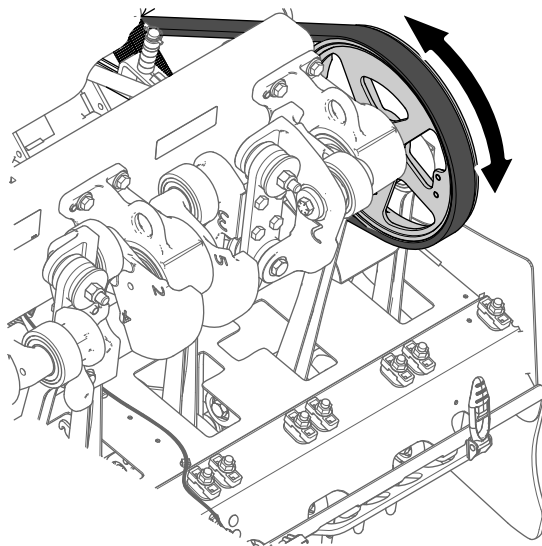
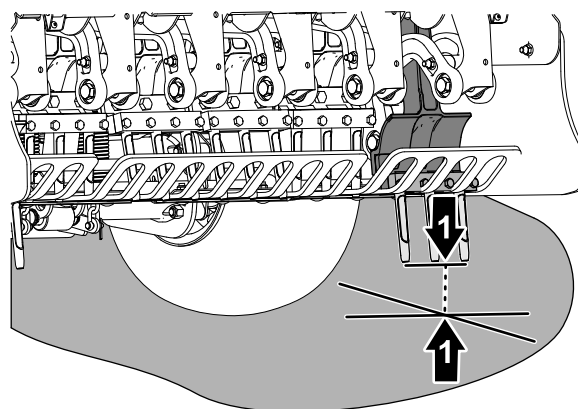

图 59
图 60
4. 旋转打孔头皮带轮 图 59 直至最外边的打孔针最接近地面 图 60。